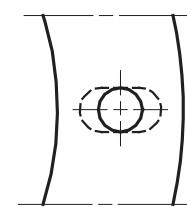

Fig. 4
- ◆ Om nødvendig utvides hullene i flenspakningen (4) (fig. 4).